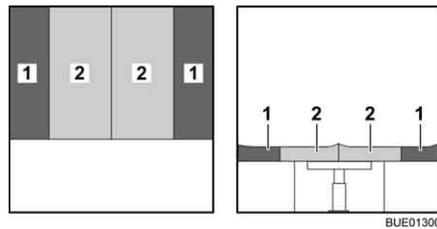

Fig. 117 Après la transformation
- Placer les coussins de dossier (Fig. 117,1) entre les coussins d'assise et la cloison. Observer la forme deltoïde.